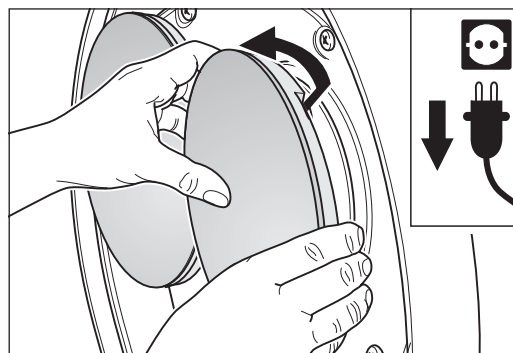

Fig. 7 Agarrar con las yemas de los dedos por detrás del disco y extraer éste hacia adelante.
- 5 Para extraer el disco agarre con las yemas de los dedos por detrás el disco y extráigalo de los soportes de goma (Fig. 7).